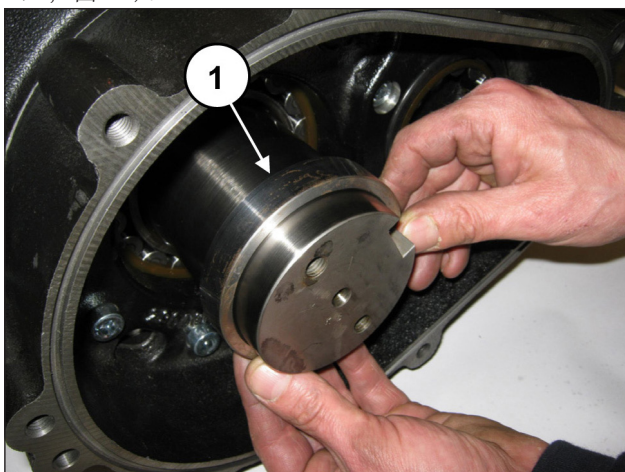
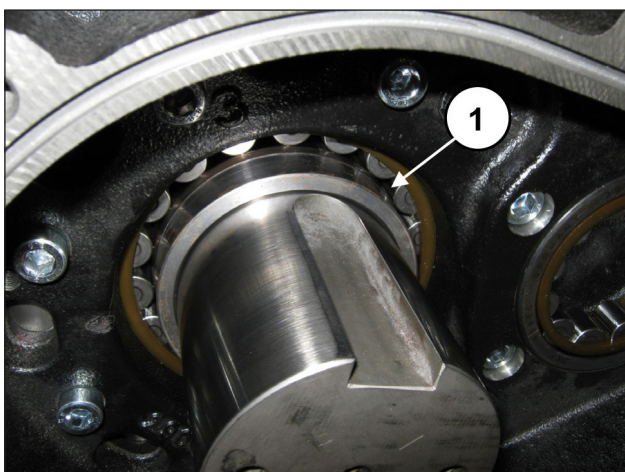

图 74
图 75
将冠齿轮支撑环插入曲轴柄（①，图 74）中，直至到底（②，图 75）。